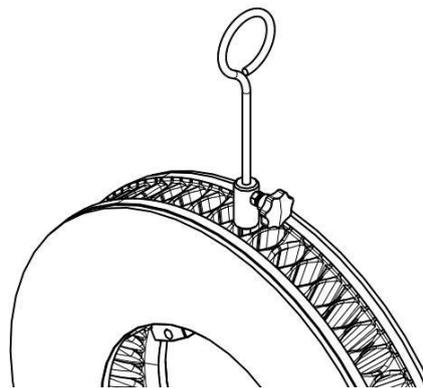

Bild 2: Beispiel eines Rundstahlhakens mit Sicherung im eingebauten Zustand
4. Die Aufnahme des Rundstahlhakens formschlüssig an das zu hebende Werkstück anschlagen (Bild 2 Beispiel).